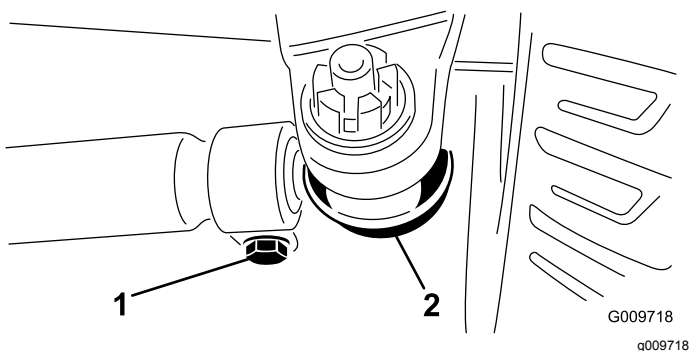

Figure 62
2. Pour le régler, retirez la goupille fendue et l'écrou de l'une des rotules de biellette (Figure 62). Déposez la rotule de biellette du support du corps d'essieu.
3. Desserrez les fixations aux deux extrémités des biellettes (Figure 62).